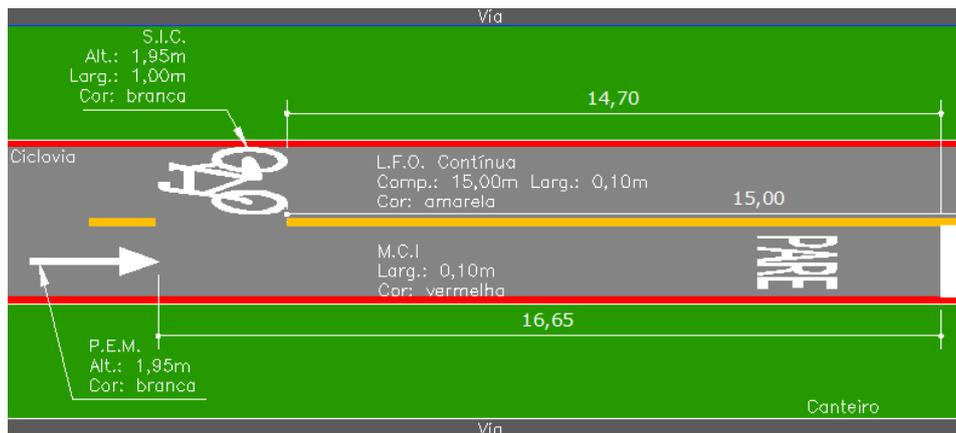
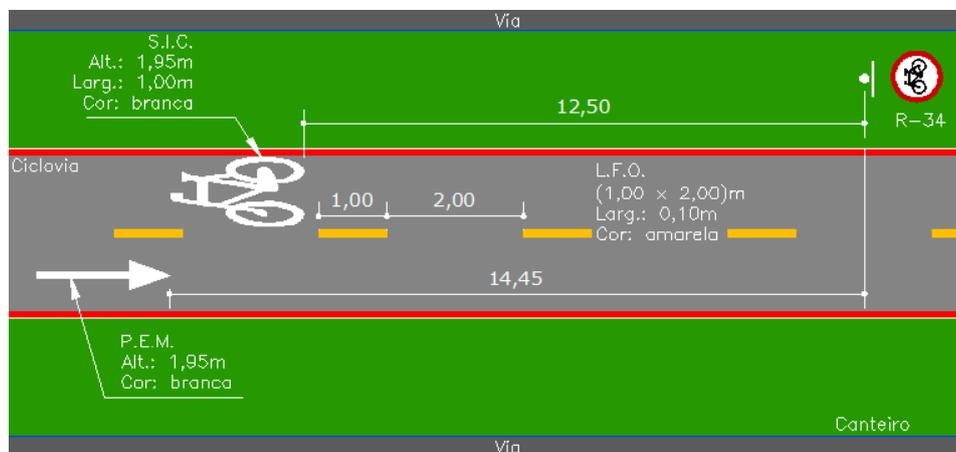
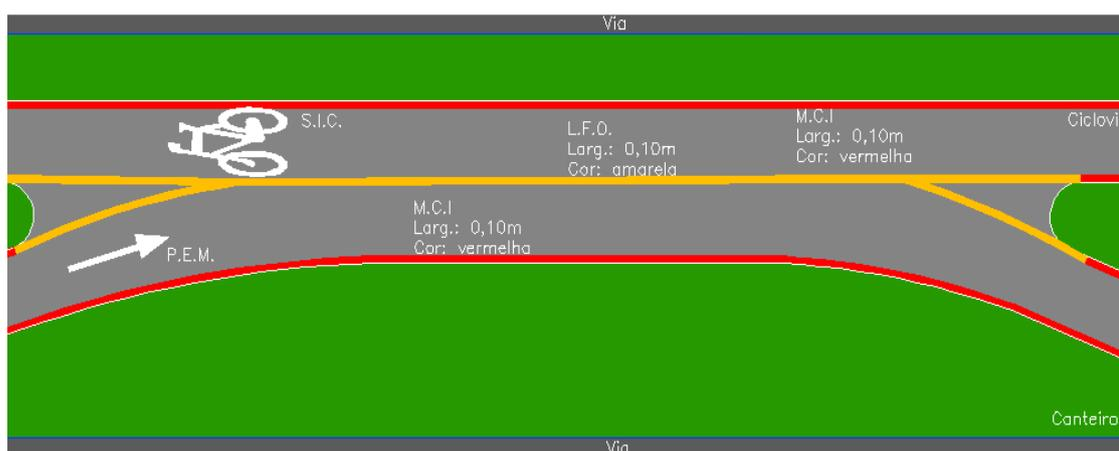

Figura 03 – P.E.M. e S.I.C. em relação à Linha de Retenção.
Figura 04 – P.E.M. e S.I.C. em relação à Placa de Regulamentação R-34.
Figura 07 – Linha de Divisão de Fluxo Oposto – L.F.O. Contínua.
- Posicionar a 14,70 m da linha de retenção, Figura 03, e/ou distante a 12,50 m em relação à placa de regulamentação R-34, Figura 04.
- Posicionar a 16,65 m em relação à linha de retenção, Figura 03, e/ou distante a 14,45 m em relação à placa de regulamentação R-34, Figura 04.
- Ver Figura 03 e Figura 07.
- Ver Figura 07.
- Ver Figura 03.
- Ver Figura 04.